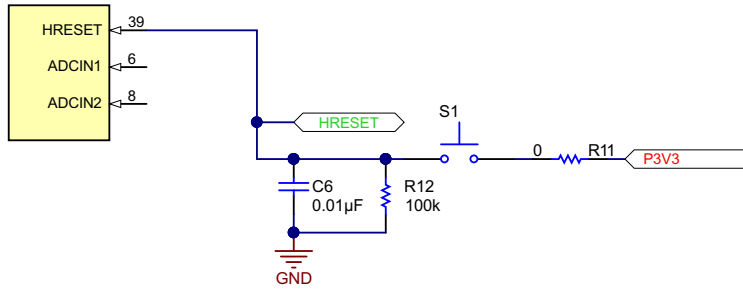

图 5-10. HRESET 按钮 (S1) 原理图
S1 位于 EVM 的左上角。此开关是一个按钮，按下时可将 TPS65988 的 HRESET 引脚 (39) 拉高。松开该按钮会再次将 HRESET 拉低，TPS65988 会进行软复位，包括从 RAM 重新加载固件 (FW)。如果 RAM 中存在有效配置，TPS65988 不会从外部闪存重新加载配置。图 5-10 突出显示了这些特性。